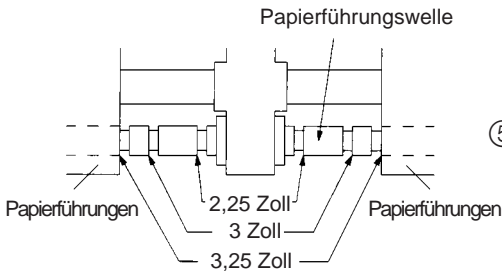

Abb. 2-8 Rollenpapierführung (SP347)
- ⑤ Stellen Sie die linke und rechte Papierführung ein. Lassen Sie einen 0,5 mm großen Abstand zwischen der Papierführung und der Kante des Papiers und befestigen Sie den Sperrhebel.
- Indem Sie den Sicherungsring einsetzen, der der Rille der Papierführungswelle in Abb. 2-8 entspricht, legen Sie die Position für die Papierführung fest.